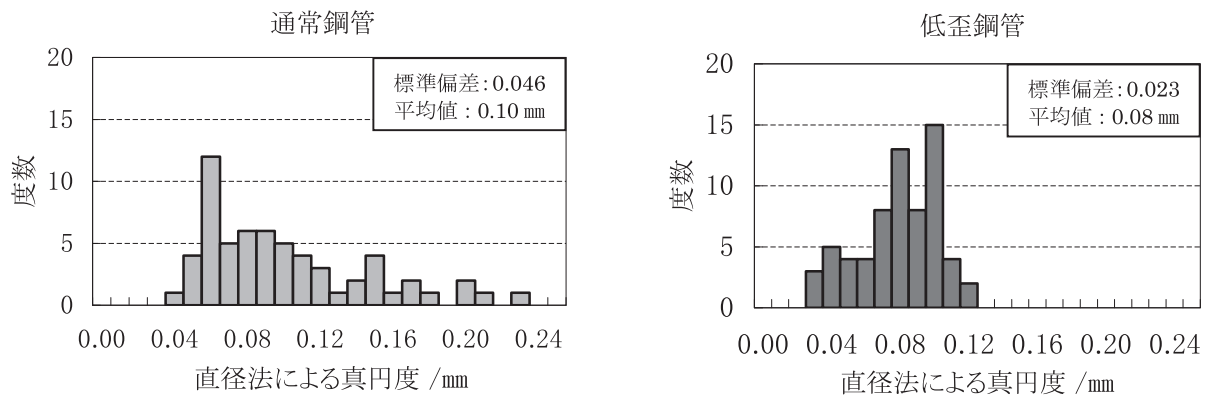

図2 切断リングでの真円度分布
- (1) 双方の鋼管を切断加工後、直径法によって測定した真円度測定結果を図2に示す。低歪軸受鋼鋼管は通常の軸受鋼鋼管と比べ、切断加工後の真円度のバラツキが小さい。